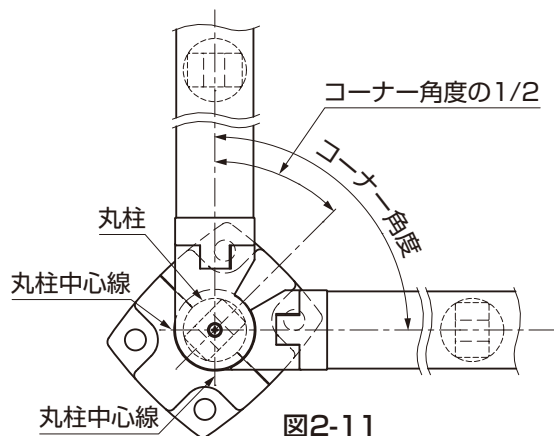

図2-11
① 図 2-11 を参照して、柱位置を決めてください。
② 「(3) 丸柱の場合(コーナー部を除く)」の説明にしたがって、穴あけおよびグリップアンカーの施工を行ってください。
- 柱ブラケット・コーナー角度が90°の場合、柱の角度は45° ± 45°の範囲で調整可能です。(図 2-11 参照)